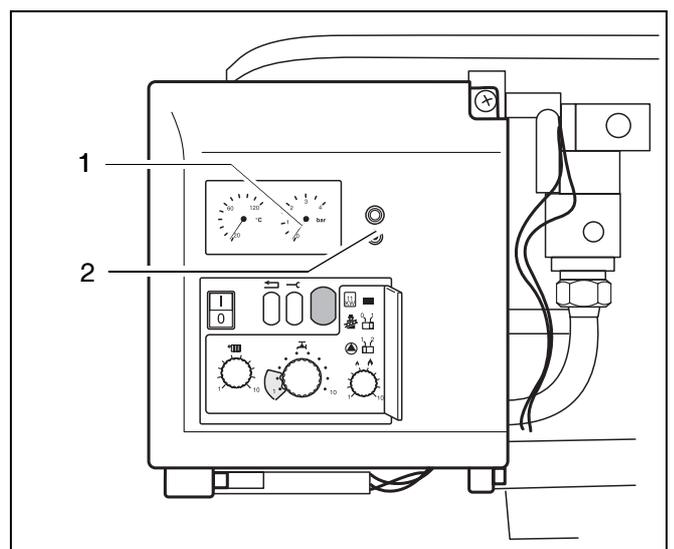

Fig. 18 Indicazione della pressione
- Aprire il rubinetto dell'acqua e riempire l'impianto fino ad una pressione di 1,0 – 1,2 bar (fig. 18, pos. 1).